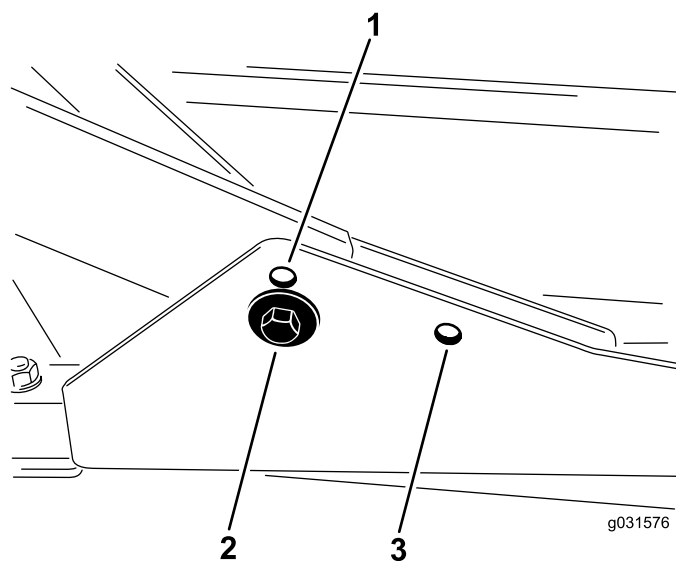

図 18
1. 刈り高を 20-76 mm にセットする場合には、前キャリアフレームを下側の穴に取り付けます 図 18。
2. 刈り高を 63-100 mm にセットする場合には、前キャリアフレームを上側の穴に取り付けます 図 18。
後カッティングユニットは、刈り高に関係なく後側の取り付け穴を使って取り付けます 図 18。